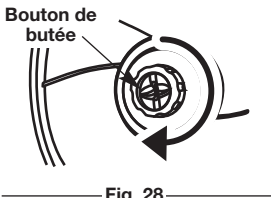

Fig. 28
1. Tournez le bouton de bosse dans le sens des aiguilles d'une montre jusqu'à ce que toute la ligne soit à l'intérieur de la tête de découpage (Fig. 28).